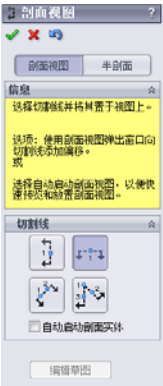

图 9-10 [剖面视图] 属性管理器
3. 此时会出现[剖面视图]属性管理器,在该属性管理器中选择切割线类型,如图9-10所示。